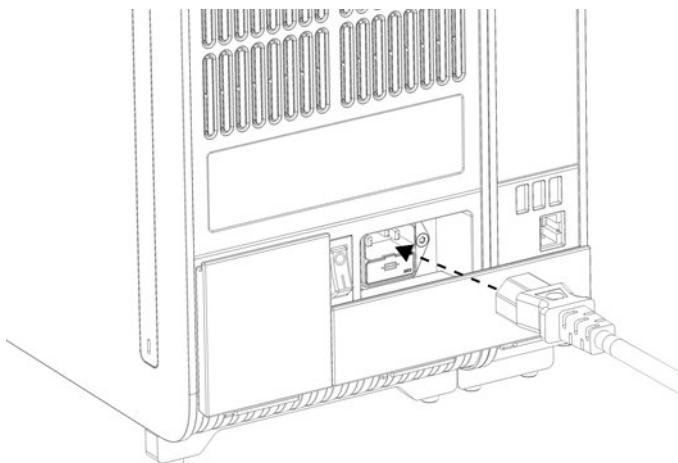

Abbildung 10. Anschließen des Netzkabels.
7. Schließen Sie das mit dem QIAstat-Dx Analyzer 2.0 gelieferte Netzkabel an der Rückseite des Analysemoduls an (Abbildung 10).